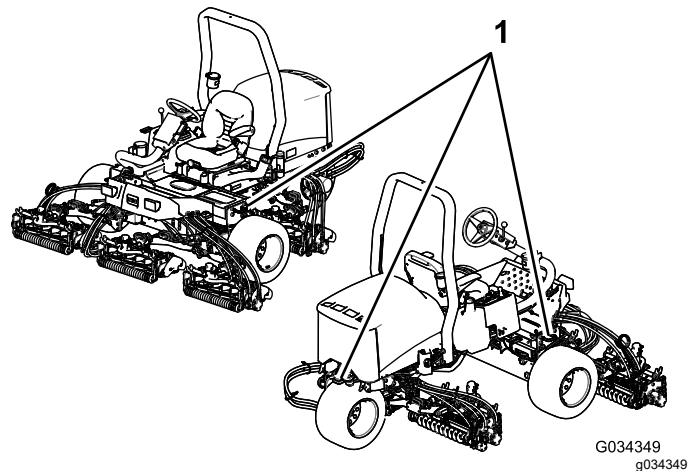

Figura 43
- Prenda a máquina de forma segura utilizando correias, correntes, cabos ou cordas. As correias frontal e traseira devem estar dirigidas para baixo e para fora da máquina. ; consulte Figura 43.